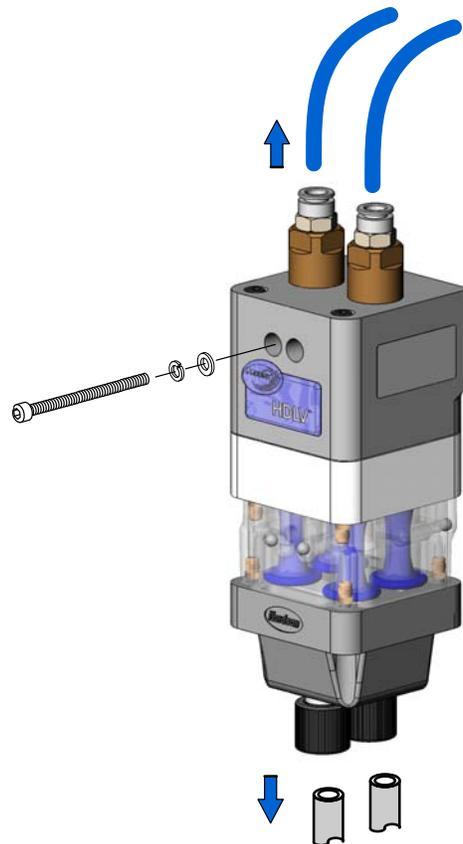

Figura 6-7 Preparação da desmontagem
1. Consulte a figura 6-7. Desligue as linhas de ar de limpeza do topo da bomba.